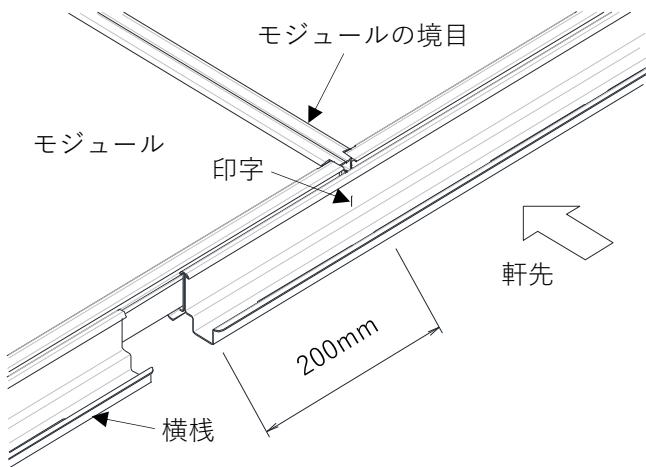

図 3-9. YSⅢ工法 横桟との位置
③図 3-9 の通り、横桟の目印線（印字）とモジュールの境目が同じ位置となっていることを確認してください。